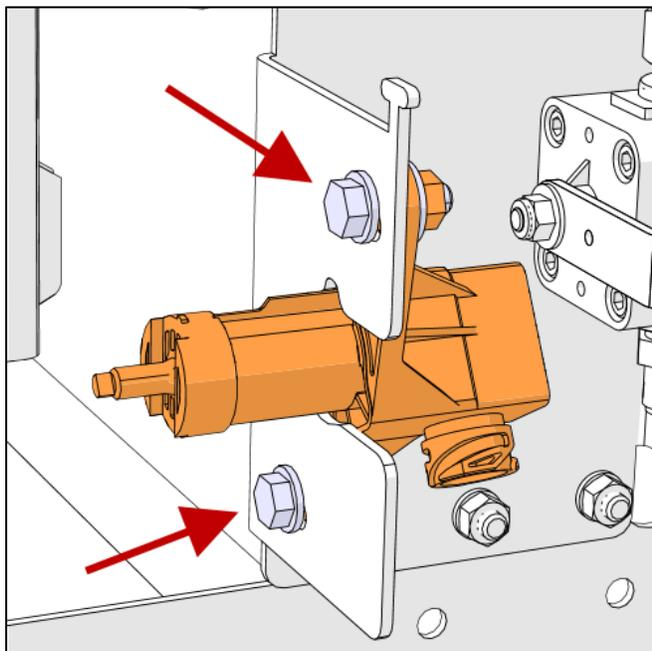

FIGURE 42
*S'assurer que le méplat sur l'arbre de rotation du capteur est orienté comme montré sur la Figure 42.*